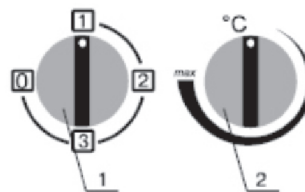

Рис. 3
6.1 Блок управления (Рис. 3).
6.2 Установить переключатель режимов (поз. 1, рис. 3) в положение выключено «0», а ручку терморегулятора (поз. 2, рис. 3) в крайнее против часовой стрелки положение. Сетевую розетку подключить к стационарной электросети.